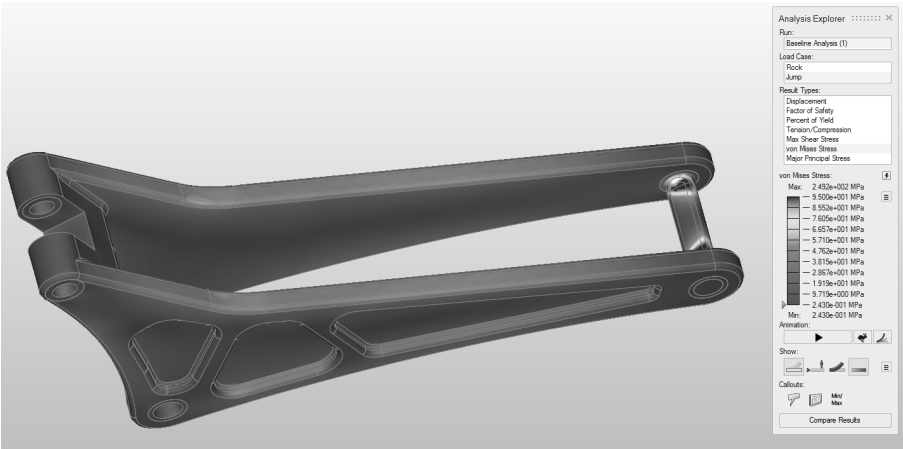

图 8-19
- 3) 摇臂大部分显示为蓝色，但铰显示为红色，如图 8-19 所示。铰的材质是钛而非铝。